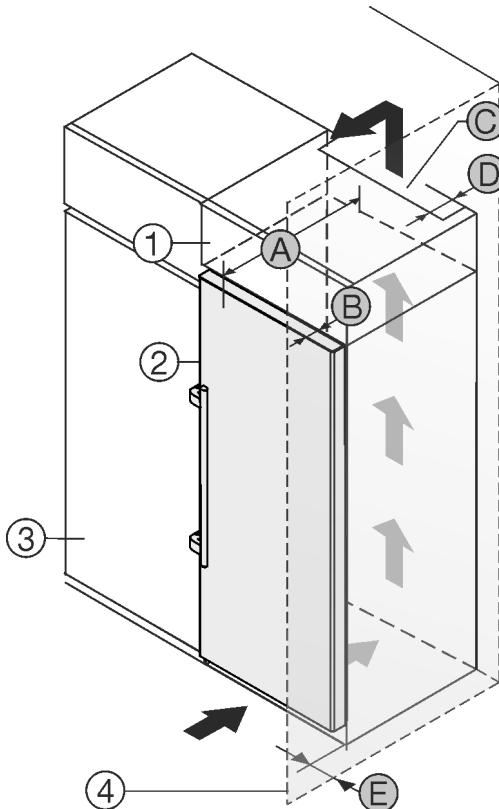

Fig. 24
此冰箱可安装在厨柜内。为了使冰箱 Fig. 24 (2)与橱柜高度一致，可在冰箱上面放置一个附加柜 Fig. 24 (1)。
将冰箱嵌入厨房正面时，必须注意周围至少留出 5cm 的距离。如果冰箱直接安放在橱柜 Fig. 24 (3)旁边，至少需要与冰箱保持 5cm 的距离。为了能完全打开门，冰箱必须凸出橱柜正面一定深度 Fig. 24 (B)。根据橱柜的深度，使用壁距调整垫片可以使冰箱更为凸出。
- 在附加柜背面必须有一个竖风道，其深度 Fig. 24 (D)应超过整个附加柜宽度。
- 盖板下必须保有通风横截面 Fig. 24 (C)。
如果将带铰链的冰箱放置在墙壁 Fig. 24 (4)边，冰箱和墙壁必须保有距离 Fig. 24 (E)。这取决于冰箱门打开时把手与墙壁的距离。